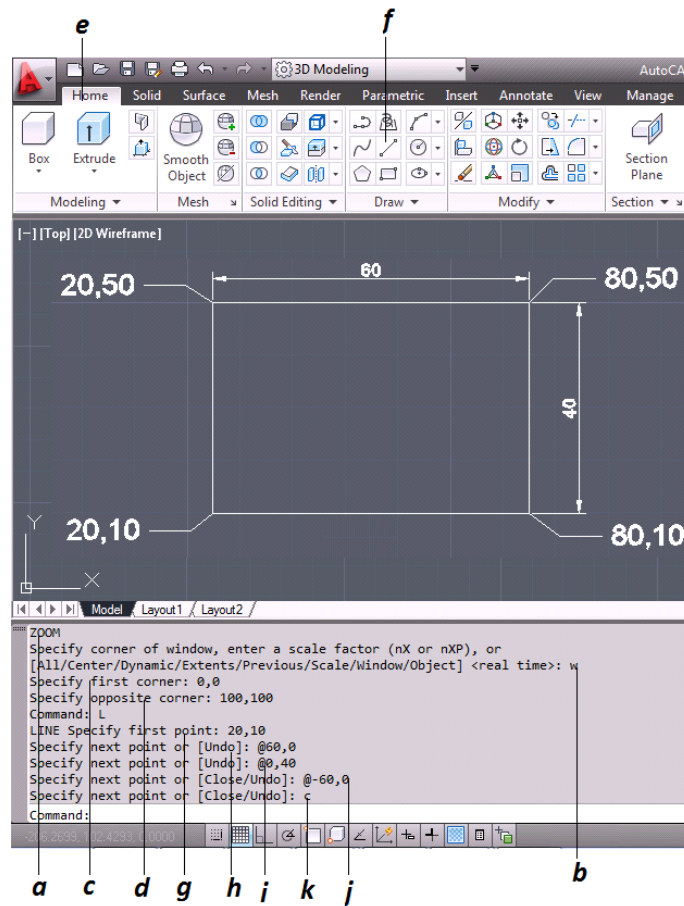

Figura 3.11 Coordenadas Relativas
- a. Z para poder activar el comando zoom, se presiona enter (*figura 3.11*).
- b. W para indicar que será una ventana, se presiona enter (*figura 3.11*).
- c. Se ingresa 0,0 como 1ª coordenada y se da enter (*figura 3.11*).
- d. Como segunda coordenada 100,100 y enter nuevamente (*figura 3.11*).
- e. Se da clic en Home (*figura 3.11*).
- f. Se selecciona el icono línea de la Cinta Dibujo [Draw] (*figura 3.11*).
- g. Se ingresa 20,10 para indicar el inicio (*figura 3.11*).
- h. @60,0 para indicar la 2ª coordenada (*figura 3.11*).
- i. @0,40 para indicar la 2ª coordenada (*figura 3.11*).
- j. @-60,0 para indicar la 4ª coordenada de la línea (*figura 3.11*).
- k. Finalmente C para unir el último punto con el primero (*figura 3.11*).